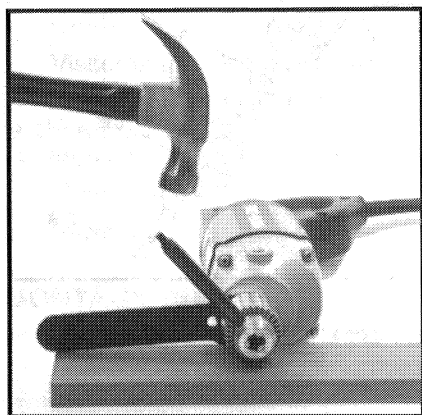

Fig. 1
4. Poser le mandrin sur une surface dure avec la clé (ou l'outil de démontage du mandrin) dans la position illustrée à la Fig. 1. S'assurer que le mandrin est posé bien à plat sur le support pour éviter d'endommager la broche ou les paliers de broche.
**REMARQUE : MODÈLE 7554 TYPES 3, 4 et 5** – Mettre la clé de broche (fournie avec l'accessoire 5079) sur les méplats de l'arbre de broche et la positionner comme illustré à la Fig. 1.